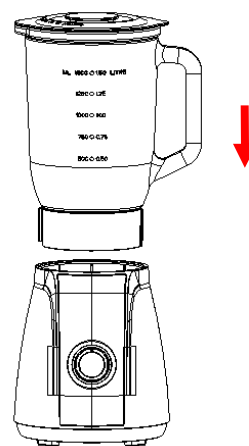

Fig.5
- 3.3 Por último, coloque o jarro montado sobre a unidade do motor alinhando a tira no fundo do jarro montado (Ver Fig. 5).